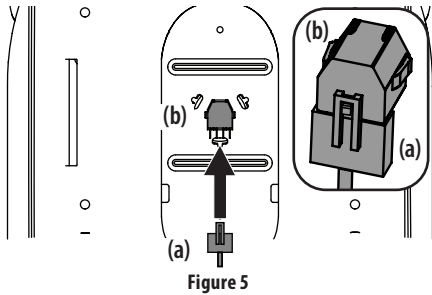

Figure 5
3. Si nécessaire, connectez le faisceau de l'interrupteur du siège (a) à l'interrupteur (b). Voir Figure 5 à la page 73. Placez l'excédent de fil loin des points de pincement.